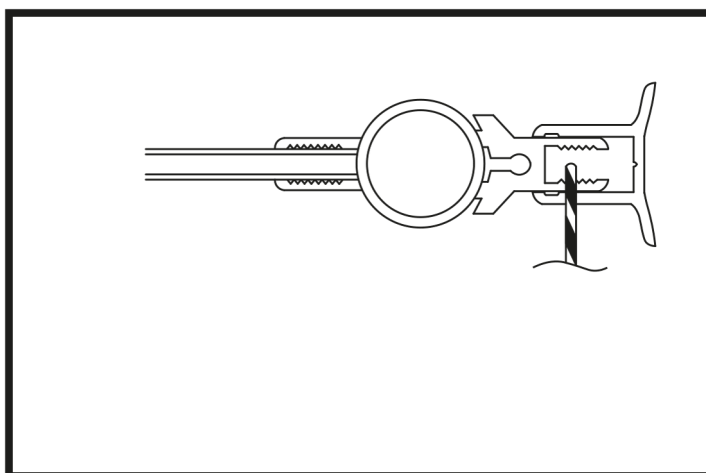

Abbildung 8
13. Beginnen Sie mit dem Bohren der oberen Öffnung durch das Profil der Scharnierleiste und das Scharnier. Bohren Sie die Löcher vorsichtig, damit der Bohrer nur eine Seite des Profils durchdringt und nicht das gesamte Produkt. (Abbildung 8)